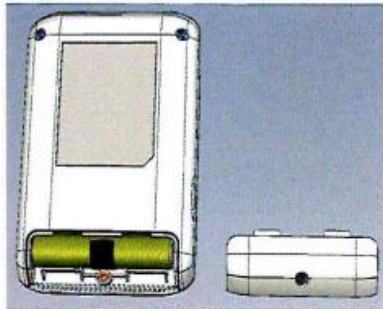

Рис. 12
- 7.1 Для установки / замены батареек отвинтите крепёжный винт и снимите крышку отсека батареек на задней стороне прибора (Рис. 12).